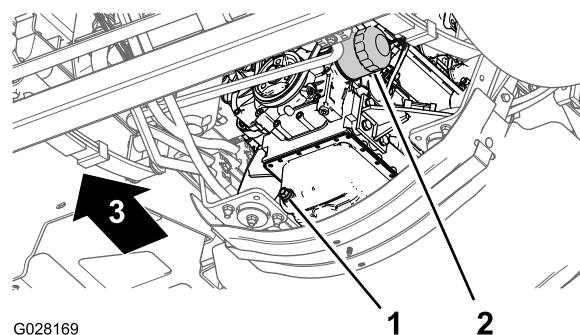

Figura 51
3. Alinhe um recipiente de escoamento debaixo do filtro de óleo do motor (Figura 51).
4. Retire o filtro do óleo antigo (Figura 51).
8. Instale um filtro do óleo no adaptador do filtro, rode o filtro de óleo no sentido horário até que a junta de borracha entre em contacto com o adaptador do filtro; em seguida, aperte o filtro mais 1/2 de volta (Figura 51).
1. Alinhe um recipiente de escoamento com uma capacidade de 5,6 l ou mais com o tampão de escoamento (Figura 51).
2. Retire o tampão de escoamento (Figura 51) e deixe o óleo escoar completamente.